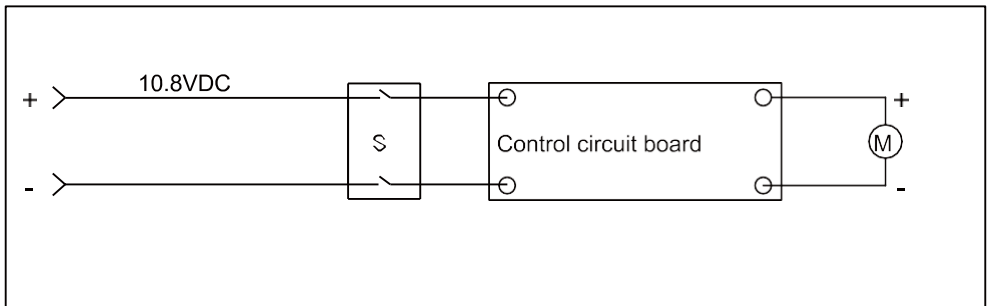

Рис.7 Очистка ножа и корпуса
4. Очистить нож от загрязнений. Смотри рис.7